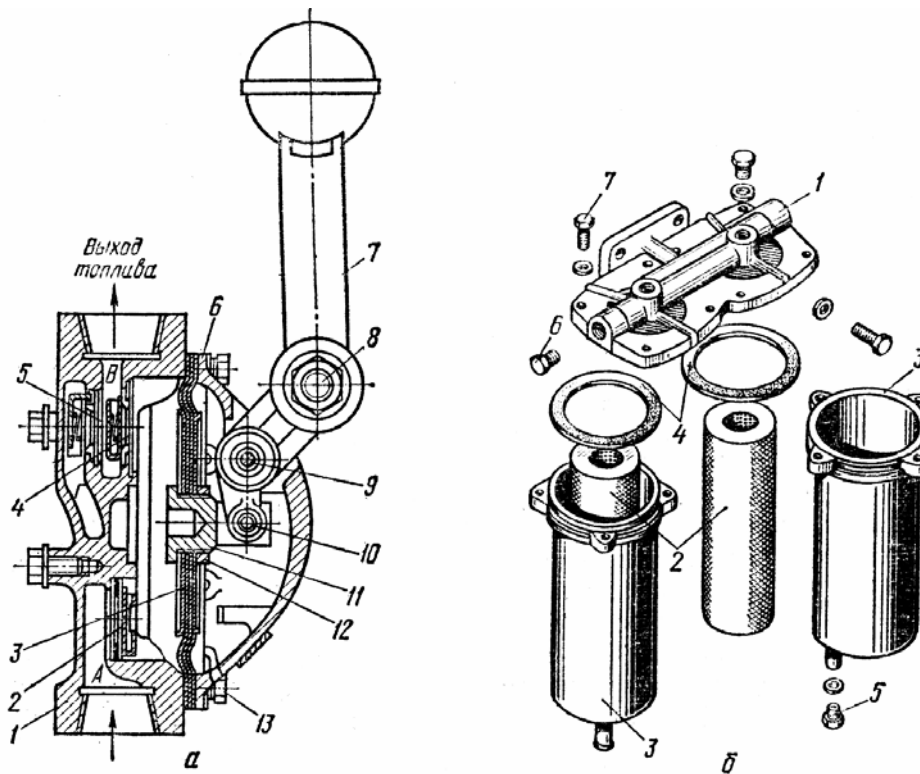

Рис. 4.1. Насос ручной подкачки и топливный фильтр грубой очистки ЯМЗ-240Б:
Порядок работы цилиндров двигателя: 1 - 12 - 5 - 8 - 3 - 10 - 6 - 7 - 2 - 11 - 4 - 9, а порядок работы секций насоса 12 - 1 - 4 - 9 - 8 - 5 - 2 - 11 - 10 - 3 - 6 - 7, т.е. нечетные секции - на левый, четные - на правый ряд цилиндров. Вспомните назначение ручного подкачивающего насоса (рис. 4.1). Проследите, куда отводится топливо по дренажным трубкам от форсунок.
5. По плакату и рис. 4.1, а изучите схему действия ручного подкачивающего насоса.